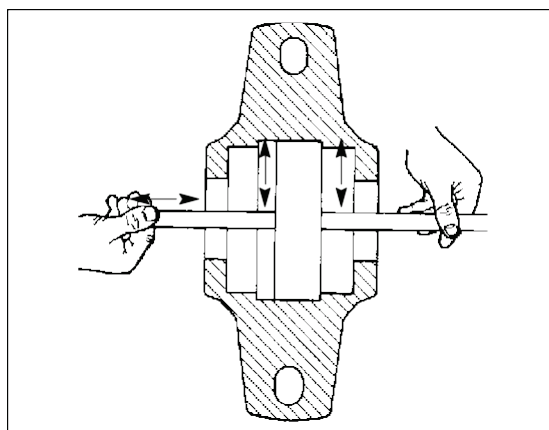

Bild 8c. Mätning av lagerspel
2. Avlägsna fästskruvarna M10 (7) och de övre lagerhusen (6).
5. Vänd bort säkringsbrickans (3) flik från skåran på axelmuttern och öppna axelmuttern.
6. Ta bort passring (3) om lagret är på matartrattens sida.
7. Använd bladmått för att mäta lagrets radialspelet på översidan, mellan rullarna och ytterringen. Spelet skall vara mellan 0,02 och 0,03 mm. Mät spelet genom att skjuta måttbladet genom lagret ovanför rullarna (punkt A, bild 8b.) Rör måttbladet sedan fram och tillbaka mellan rullarna och ytterringen, se bild 8c. Måttbladet skall inte tvingas genom spelet.
8. Om spelet är större än 0,03 mm, böj bort säkringsbrickans (2) flik från skåran på axelmuttern (1).
12. Montera det övre lagerhuset och dra åt fästskruvarna (6) 50 Nm.